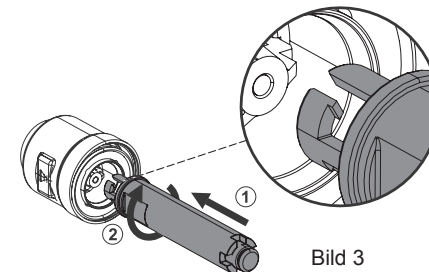

Bild 3
- Entnehmen Sie mit Hilfe des Werkzeugs (6600.00.971) die Systemtrennerpatrone aus dem Gehäuse. Führen Sie das Werkzeug ein und drehen im Uhrzeigersinn, bis die Nasen einrasten. Ziehen Sie die Patrone heraus (Bild 3).